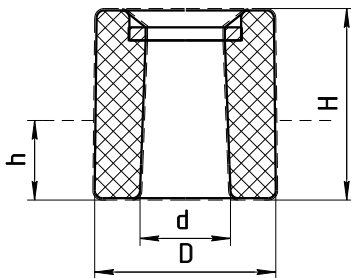

Рисунок 3
2.2.2 ПМП комплектуется поплавком типа **D48x50xd21** (DxHxd – рисунок 3), выполненным из вспененного эбонита.